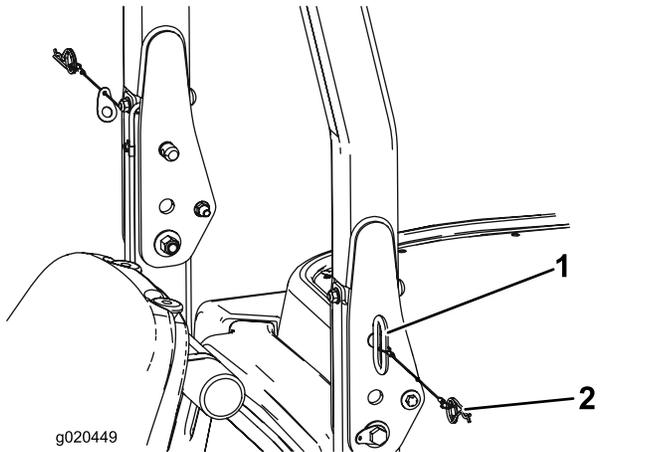

Bild 29
1. Entfernen Sie zum Absenken des Überrollbügels die Splints und zwei Stifte (Bild 29).